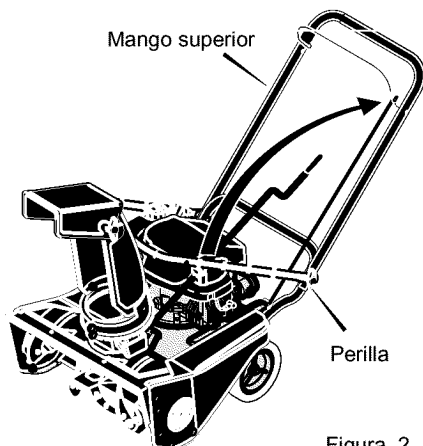

Figura 2
- 5. Afloje las perillas que sujetan el mango superior al mango inferior (vea la Figura 2). Levante el mango superior a la posición de operación. Apriete las perillas.